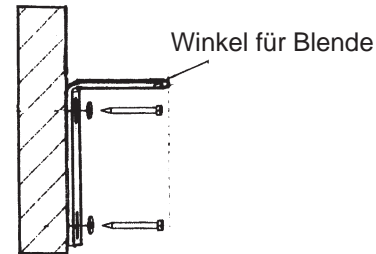

Abb.2 Trägerposition anzeichnen (Wandmontage)
- bei Montage auf die Fassade (Wandmontage) Winkelblende nach Montage Abb.2 und 3 auf dem Winkel für Blende befestigen (nieten oder schrauben).